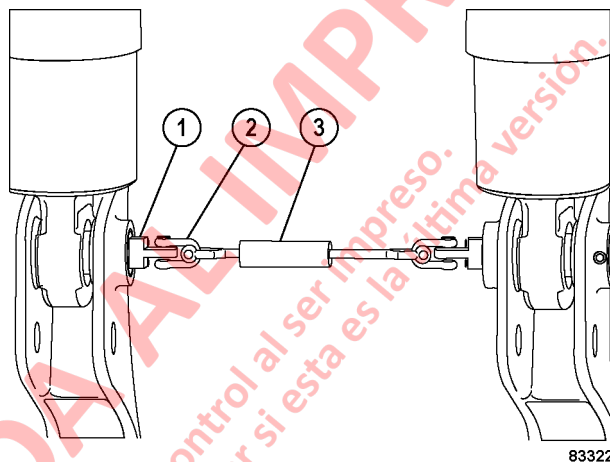

FIGURA 3-3. HERRAMIENTA DE DESMONTAJE DEL PASADOR DE LA SUSPENSIÓN TRASERA
9. Instale una herramienta de desmontaje (1, Figura 3-3) en cada pasador inferior con los tornillos que se indican en la Tabla 1. Apriete los tornillos a **240 ± 24 N·m (177 ± 17 ft lb)**.
10. Fije ambos grilletes (2) al cilindro (3).